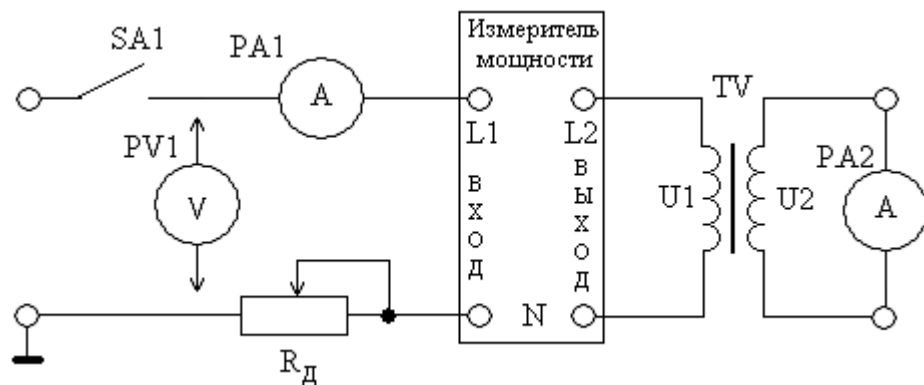

Рисунок 2 – Схема для проведения опыта короткого замыкания
2.2. Исследовать трансформатор в режиме номинального короткого замыкания для этого собрать электрическую цепь (Рис. 2). Представить схему